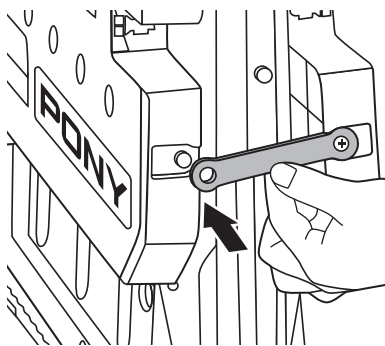

Imagen 16
3. Utilice las correas de seguridad para fijar ambos lados de la mesa. (Imagen 16)